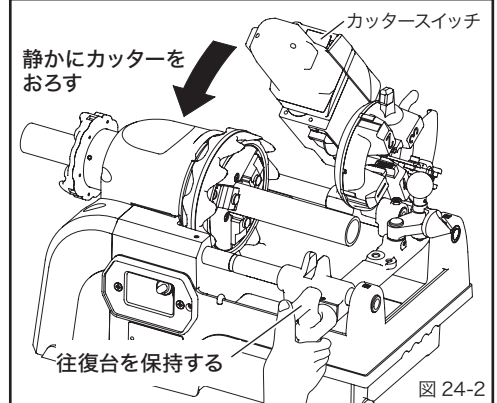

図 24-2
- ③ パイプが回転をはじめたらカッターのスイッチを ON にして、カッターをしずかにパイプにのせてください。切れ目が入り安定するまで往復台は保持しておきます。(図 24-2)